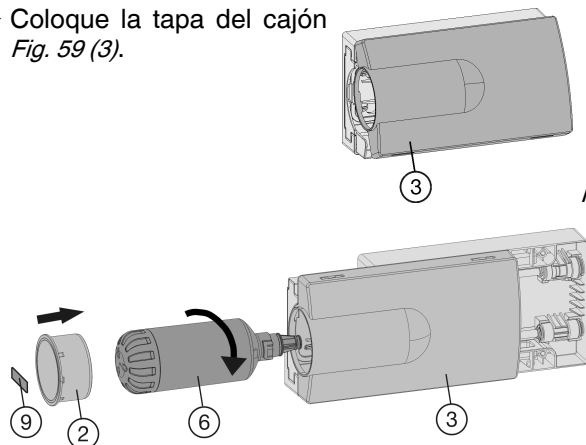

Fig. 59
- ▶ Coloque la tapa del cajón *Fig. 59 (3)*.
- ▶ Coloque el filtro de agua *Fig. 59 (6)* y gírelo unos 100° hacia la derecha hasta que haga tope.
- ▶ Introduzca la tapa del filtro *Fig. 59 (2)*.
- ▶ Anote la fecha de la próxima sustitución en la etiqueta adhesiva *Fig. 59 (9)* suministrada y pegue dicha etiqueta en el módulo.